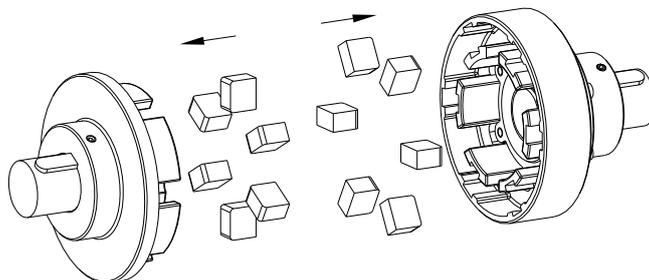

Figura 14: montaje de los elementos
- Inserte los elementos elásticos en la sección de levas o el anillo de levas (ver figura 14).